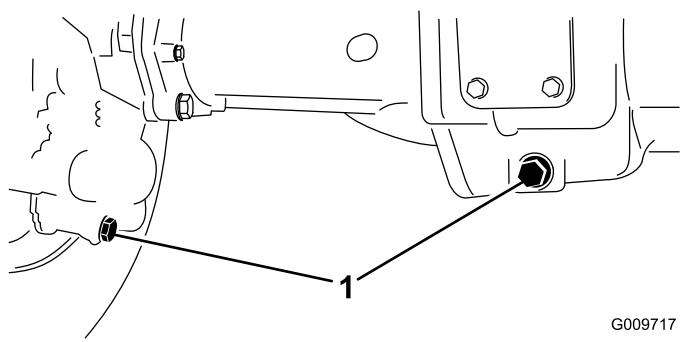

Figura 92
2. Pulite attorno ai tre tappi di spurgo, uno per lato ed uno in centro (Figura 92).